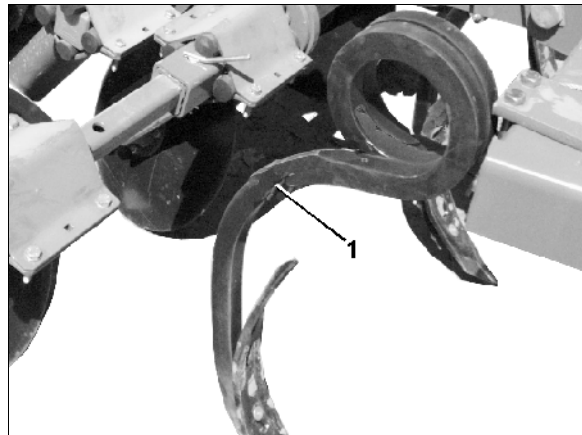

Fig. 11
- Kvadratståltænder (Fig. 11/1)